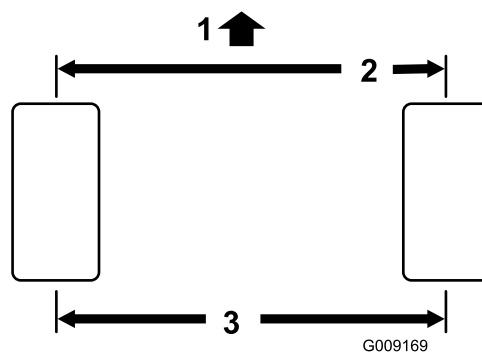

Bild 142
**Hinweis:** Der Wert für vorne darf höchstens 3 mm kleiner sein als der Wert für hinten (Bild 142).